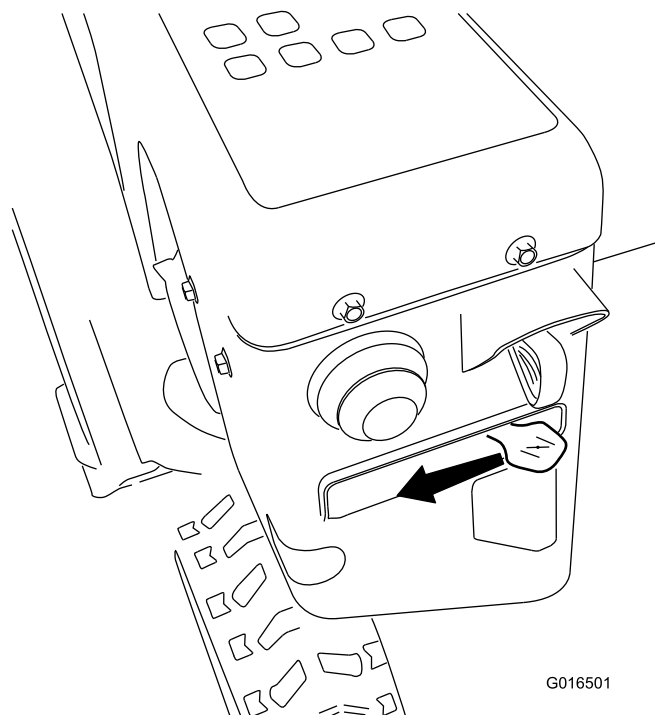

Figura 23
5. Portate lo starter in posizione CHOKE (starter) (Figura 23).